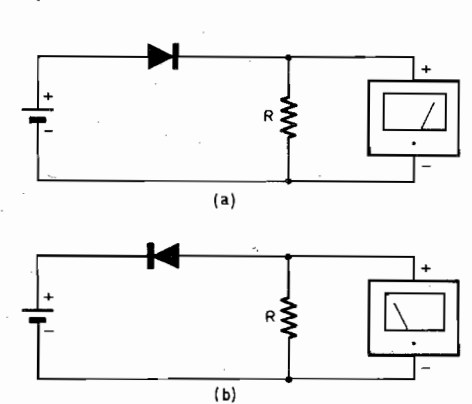

Fig. 13. — Le voltmètre aux bornes de R indique si la diode est passante ou bloquée.
Mesurons maintenant la tension aux bornes de la résistance (fig. 13). En (1) le courant traversant la diode crée une chute de tension que nous pouvons mesurer. En (b) le courant ne passe pas et la tension aux bornes de R est nulle.